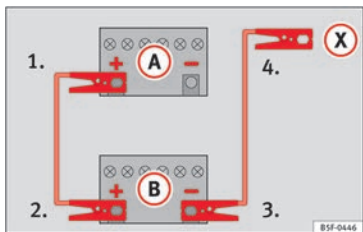

Abb. 87 Anschlusschema für Fahrzeuge ohne Start-Stopp-System.
zeugs mit der entladenen Fahrzeugbatterie (A) » » Abb. 87.
3. Klemmen Sie das andere Ende des roten Starthilfekabels an den Pluspol (+) des stromgebenden Fahrzeuges (B).
- 4a. Bei Fahrzeugen ohne Start-Stopp-System: ein Ende des schwarzen Starthilfekabels an den Massepunkt (-) des Strom gebenden Fahrzeuges (B) » » Abb. 87 anklemmen.